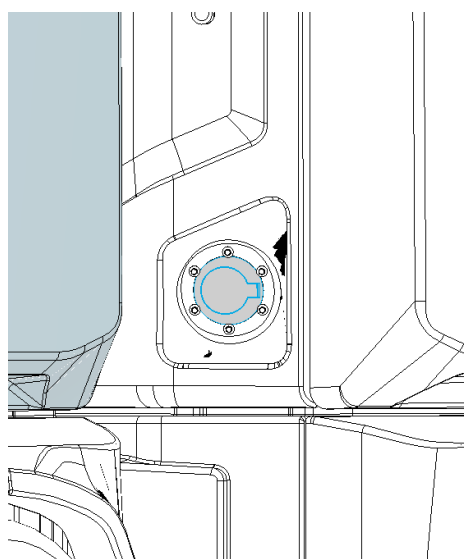

Рисунок 6. Лючок зарядного разъема
- откройте крышку лючка зарядного разъема, установленного на Платформе (см. Рисунок 6), для чего сдвиньте фиксатор в направлении «откр.»;